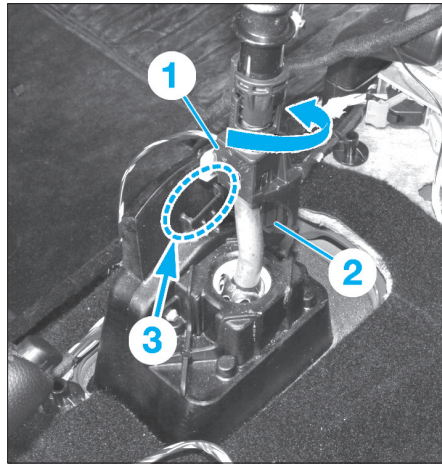

Fig. 6
- Soulever la pièce (1), la tourner de 90° dans le sens antihoraire et la baisser jusqu'à pouvoir insérer l'embout (2) dans le logement (3) (Fig.6).